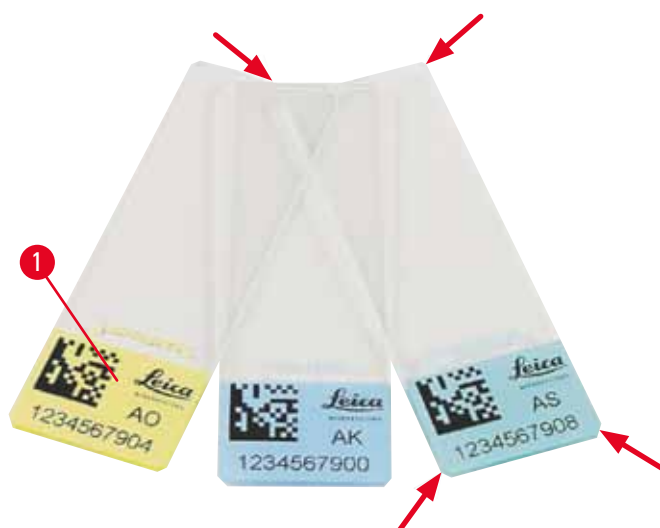

Fig. 4
Solo los portamuestras estándar con bordes coloreados imprimibles (→ "Fig. 4-1") se pueden imprimir en la Leica IP S (→ "Fig. 4").
- Para reducir la cantidad de polvo de vidrio y evitar fallos mecánicos, solo deben utilizarse portamuestras con esquinas biseladas (ángulo de 45° en cada esquina, (→ "Fig. 4")).